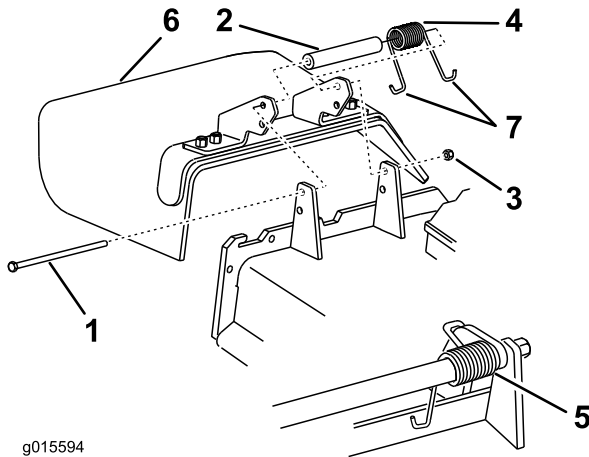

Figure 82
1. Retirez le contre-écrou, le boulon, le ressort et l'entretoise qui fixent le déflecteur aux supports de pivot (Figure 82). Enlevez le déflecteur s'il est endommagé ou usé.
Remarque: Prenez soin de placer une extrémité en J du ressort derrière le bord du plateau avant de mettre le boulon en place, comme indiqué à la Figure 82.
3. Remettez le boulon et l'écrou. Accrochez une extrémité en J du ressort au déflecteur d'herbe (Figure 82).